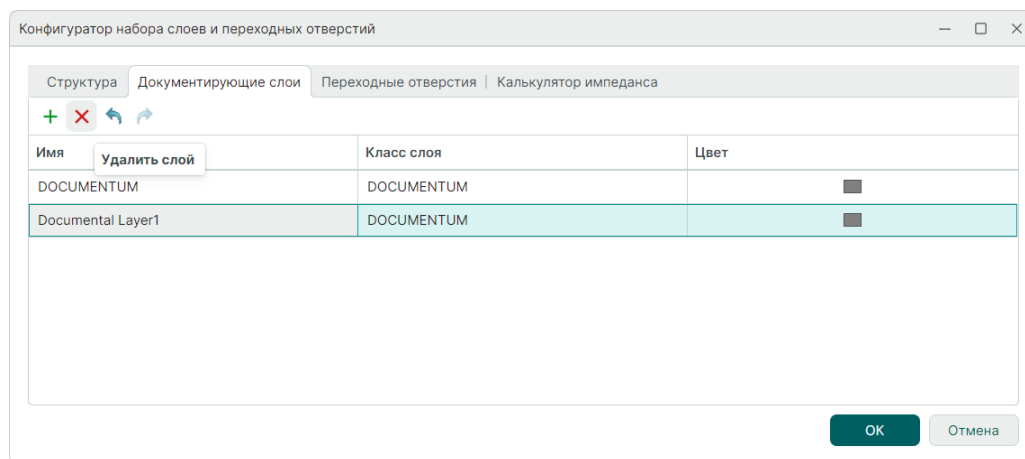

Рис. 33 Удаление документирующего слоя
2. Выберите в таблице документирующий слой, который необходимо удалить, и нажмите на символ  «Удалить слой», см. Рис. 33.